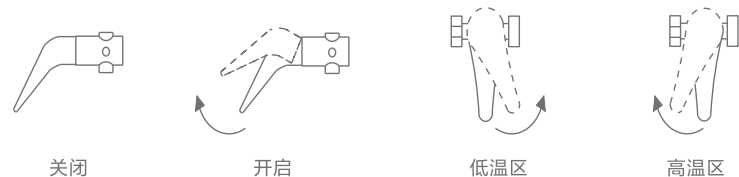

图2
- 首次使用或将内胆排空后再次使用时，必须先将热水器内胆注满水。方法是：打开进水阀，将混水阀手柄扳起顺时针旋至高温区，即开始向内胆注水，待热水出口出水时，表明已注满水，再将混水阀手柄逆时针转至低温区，并推向关闭位置(如图2)。